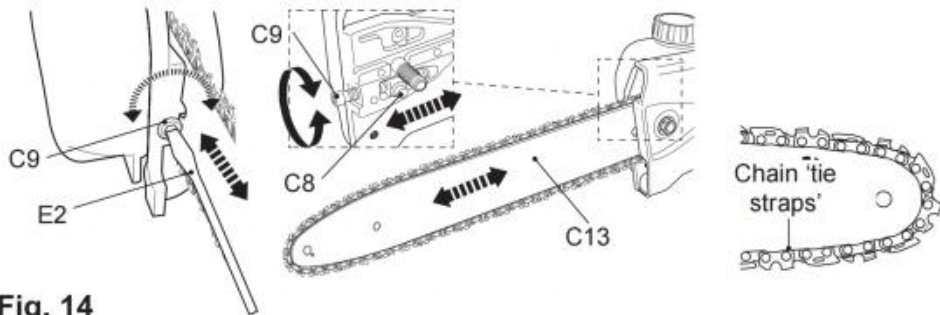

Fig. 14
3) Skruva spännskruven (C9) medurs eller moturs för att justera spännstiftet (C8) / svärdet (C13) tills kedjans "snurrband" precis vidrör svärdets nedre kant (fig. 14) .